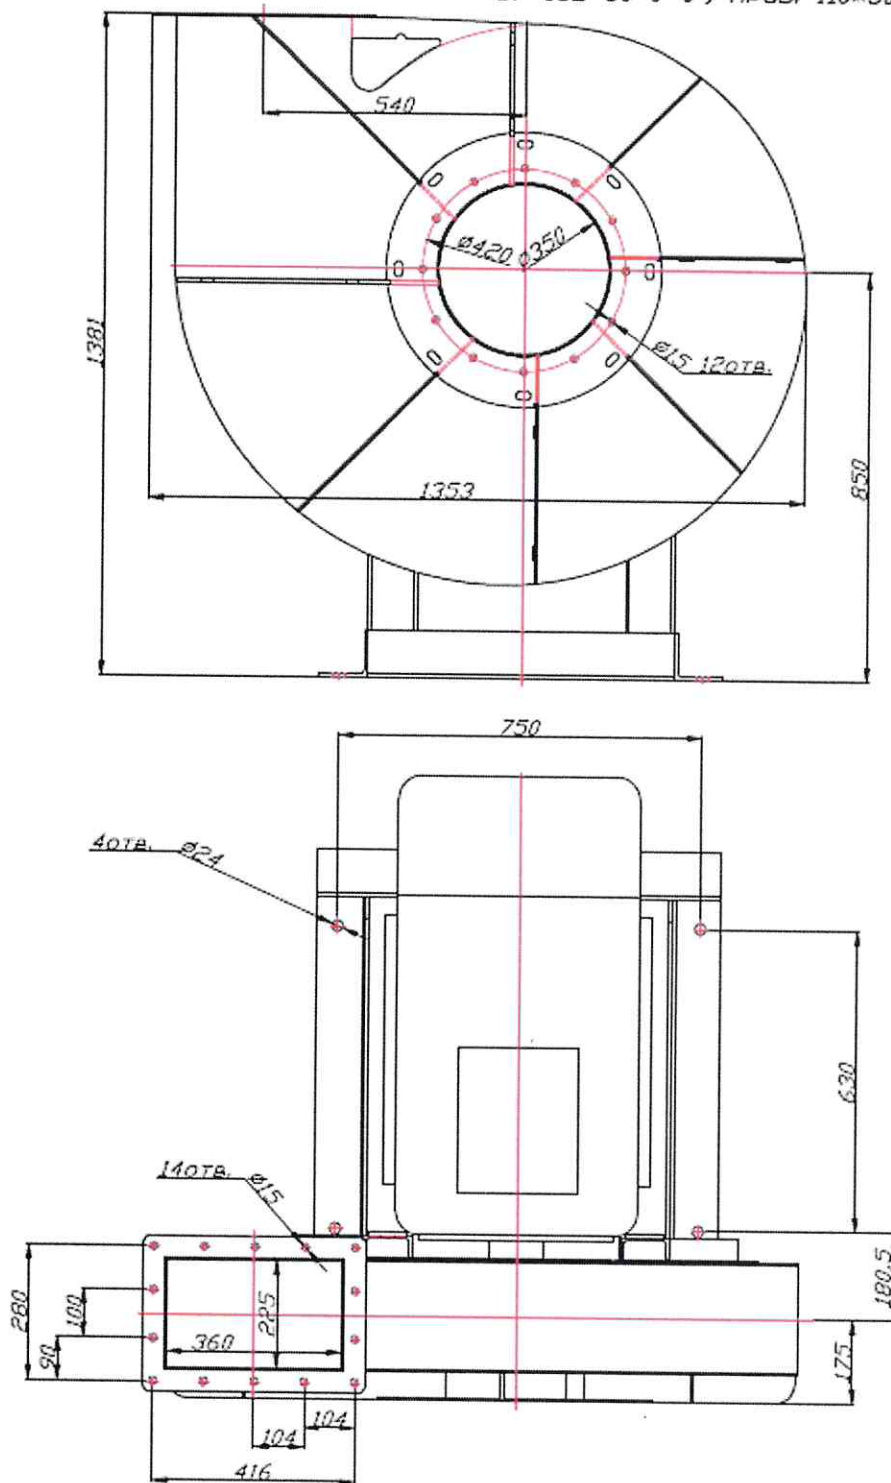
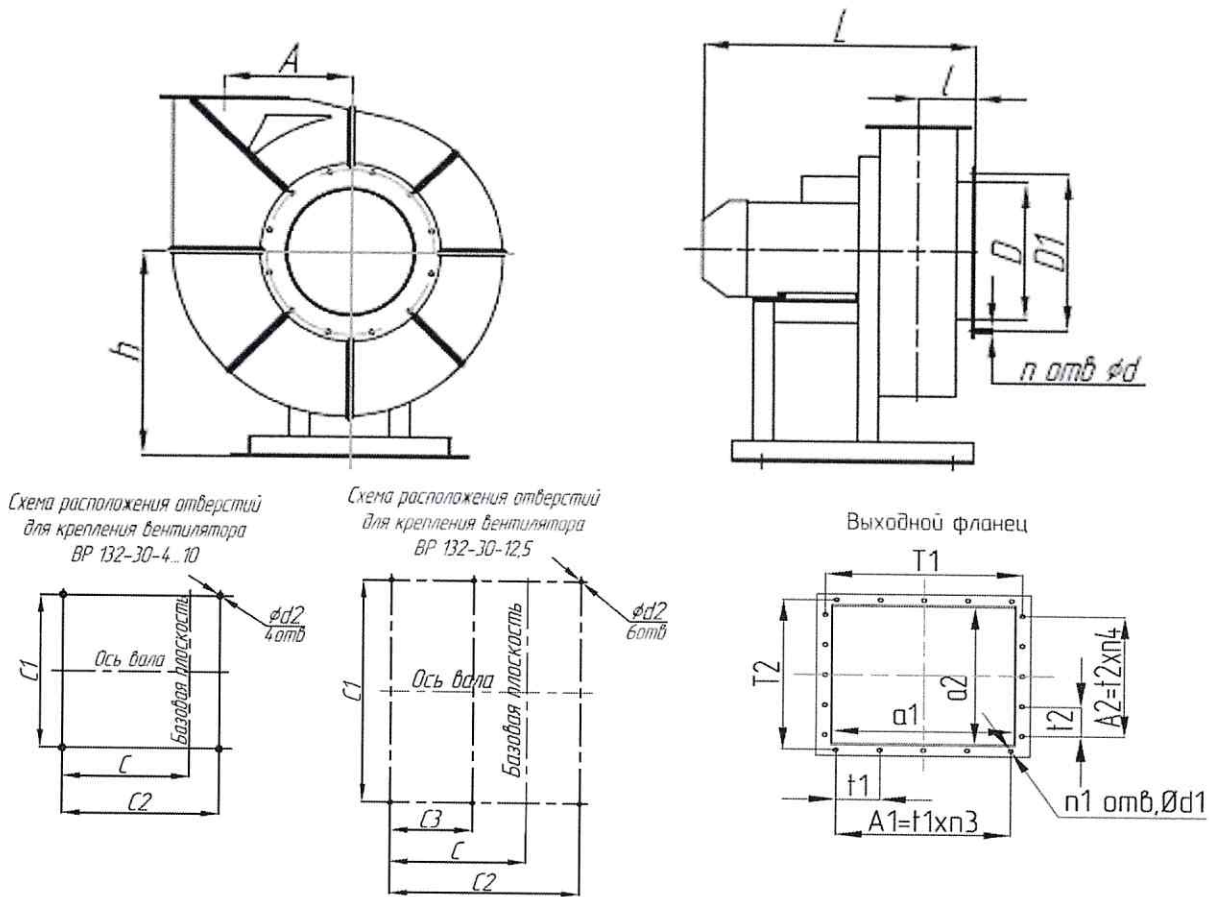

РИС. 1. Габаритные и присоединительные размеры вентиляторов ВР 132-30 №9 исп.1
РИС. 2. Габаритные и присоединительные размеры вентиляторов ВР 132-30
1.2.2. Устройство вентиляторов, габаритные, присоединительные и установочные размеры вентиляторов указаны на рис. 1, рис. 2, табл. 1, табл. 2.